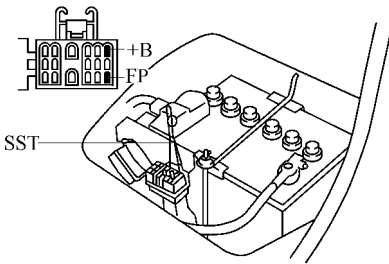

图 2-105 用配线连接用接插件的端子 FP 和 +B
- 4) 使用故障诊断检查用配线连接用接插件的端子 FP 和 +B，如图 2-105 所示。